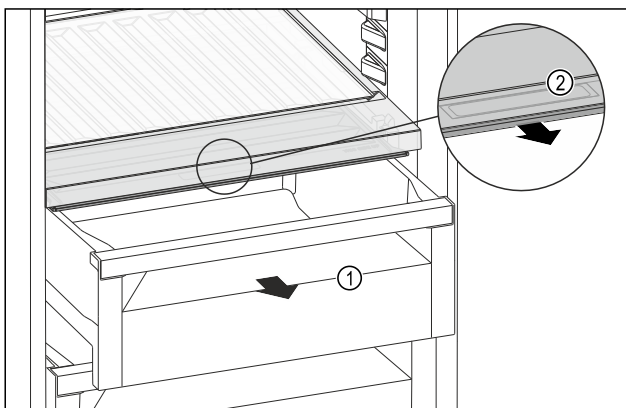

Fig. 117
- ▶ Schubfach Fig. 117 (1) herausziehen.
- ▶ Griffmulde Fig. 117 (2) am Fachdeckel anfassen und Fachdeckel gleichzeitig nach vorne ziehen.